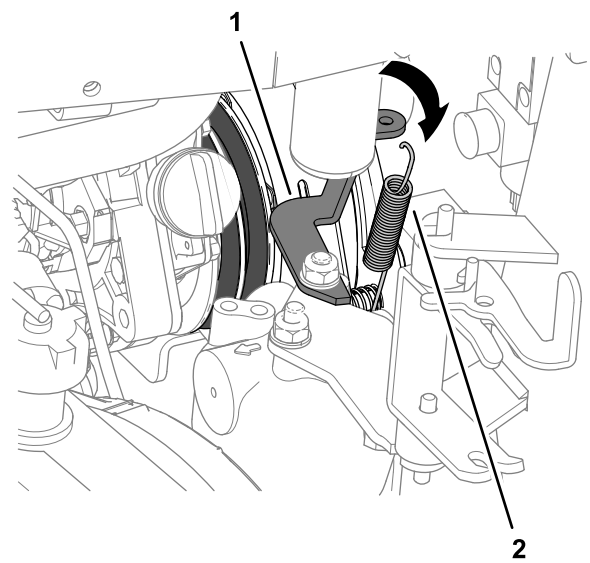

Figura 90
5. En el lado del radiador, desenganche el muelle del amortiguador del embrague del soporte del muelle (Figura 90).
4. Enganche el muelle del amortiguador del embrague entre el perno de la placa del embrague interior y el soporte del muelle; consulte la Figura 90 en Retirada de las correas de la toma de fuerza (página 70).